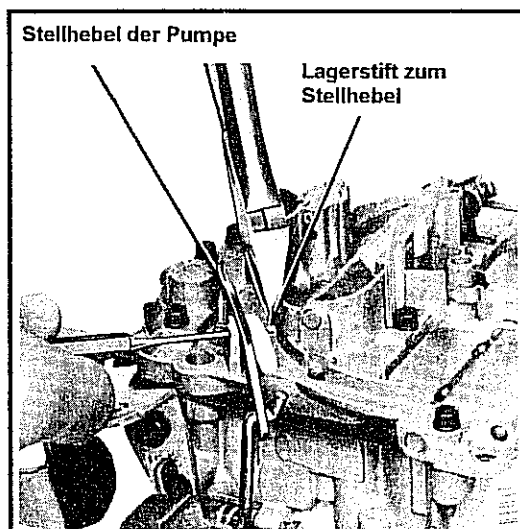

Abb. 2-111 Stellhebel der Beschleunigungspumpe und Lagerstift
-Das obere Ende der Stange zur Beschleunigungspumpe am Stellhebel der Beschleunigungspumpe anbringen. Den Stellhebel zwischen der Aufnahme im Vergaserdeckel einsetzen. Hierbei sicherstellen, daß der Stellhebel am Stößel der Beschleunigungspumpe und am Stößel des Drosselklappenpositionsgebers anliegt. Mit einem Durchtreiber die Aussparung im Stellhebel und die Aufnahme im Vergaserdeckel gleichsetzen, dann mit Hilfe einer Kneifzange o.ä. geeignetem Werkzeug den Lagerstift des Stellhebels einführen. Mit einem Schraubenzieher den Lagerstift vollständig in alle der drei Löcher eindringen. Siehe Abb. 2-111. Hierbei Schäden am Gußteil und der Lagerung im Stellhebel vermeiden.